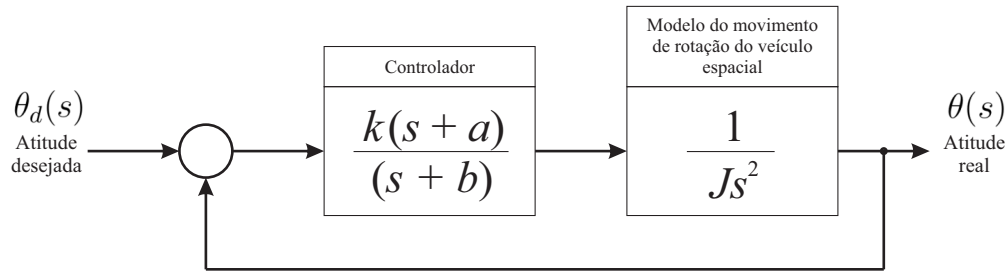

Figura 3: Diagrama de blocos do controle de um eixo de atitude de um veículo espacial (Questão 10).
10. O sistema de controle de um dos eixos de atitude de um satélite pode ser representado pelo diagrama de blocos na Figura 3. As grandezas k , a e b são parâmetros do controlador e J é o momento de inércia do veículo espacial. Supor que o valor nominal do momento de inércia seja $J = 10.8 \times 10^8$ ($g \cdot cm^2$) e que os valores dos parâmetros do controlador $k = 10.8 \times 10^8$, $a = 1$ e $b = 8$.